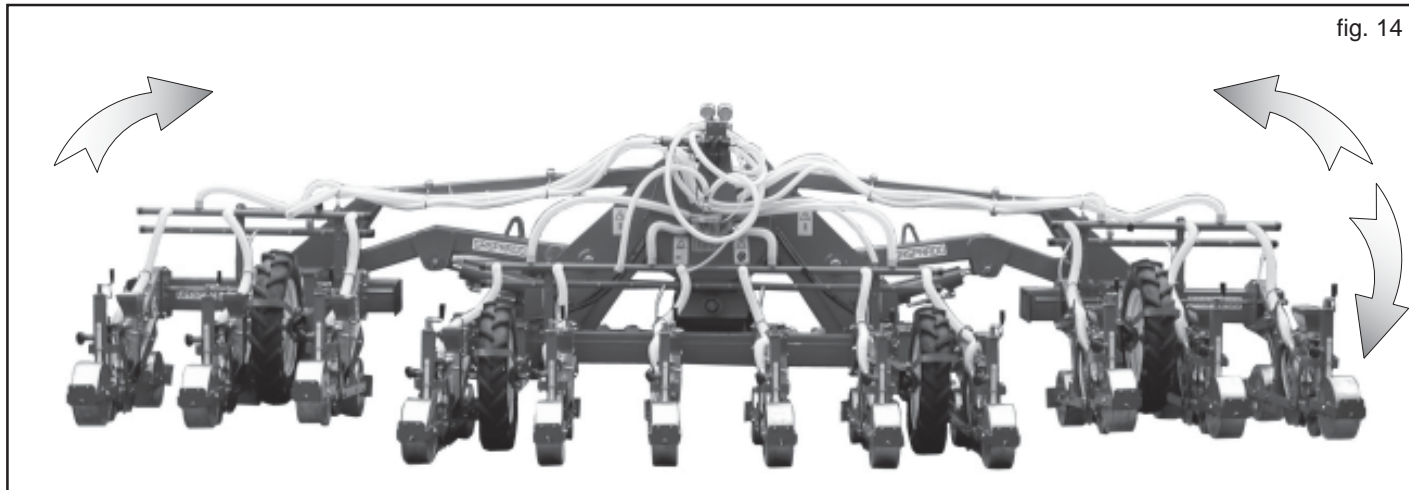
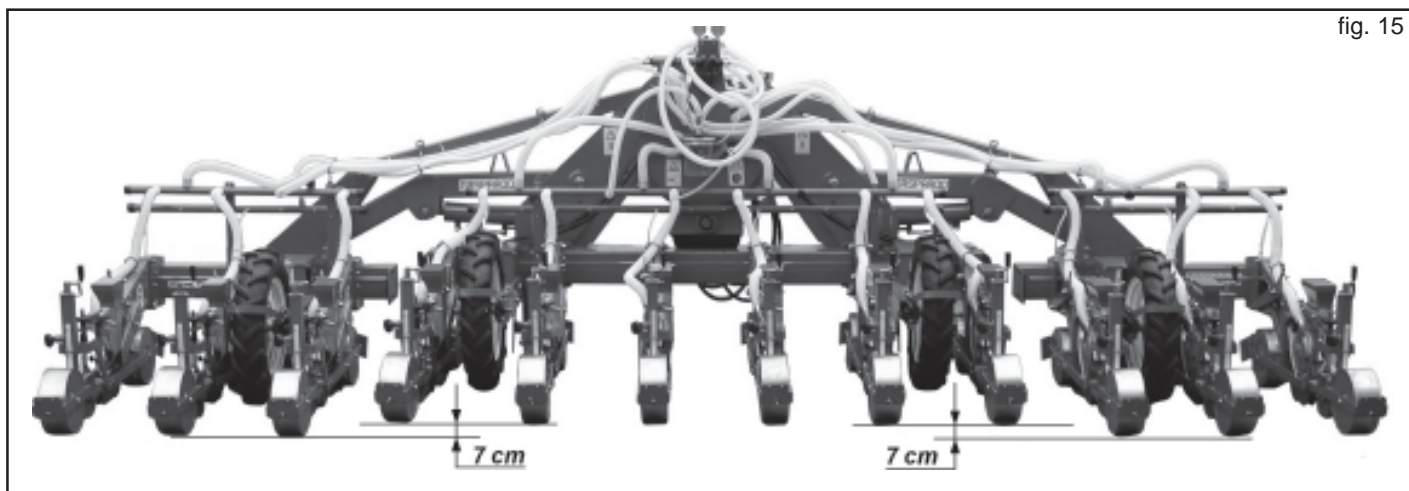

fig. 14
fig. 15
Die Symbole haben folgende Bedeutung (zur Bezugnahme siehe Abb. 14):
Dank einem öldynamischen System erlaubt der Maschinenrahmen das Einklappen der Seitenenden (Abb. 14), an denen die Säaggregate angebracht sind. Dadurch werden die Gesamtabmessungen auf der Straße. Die öldynamisch einklappbaren Teile der Sämaschine sind "schwimmend" und können daher auch auf nicht perfekt ebenem Boden eingesetzt werden. Die seitlichen Teile des Rahmens können denn auch bezüglich des mittleren Teils um ca. 7 Zentimeter abgesenkt werden (Abb. 15). Diese Teile werden durch doppelwirkende öldynamische Zylinder angetrieben, die voneinander unabhängig sind. Zum Einstellen der Auf- und Abstiegsgeschwindigkeit der Seitenrahmen muss das an jeder öldynamischen Druckkölleitung angebrachte Ventil wie in Kapitel 3.1 beschrieben eingestellt werden (Abb. 10).
- 6) Die öldynamische Anlage einschalten, um den Rahmen zu öffnen (Abb. 14); dabei muss die Sämaschine vom Boden angehoben sein.